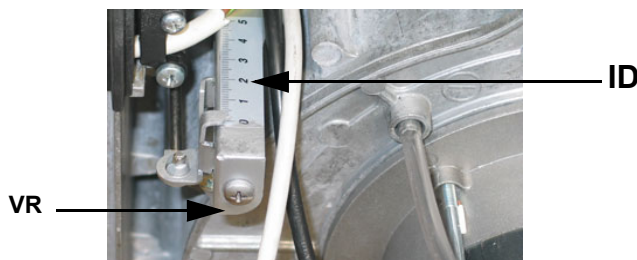

Fig. 31
- 8 allentare la vite **VR** (vedi Fig. 31)